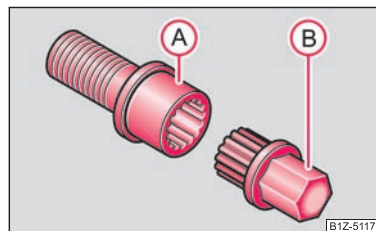

Fig. 139 Bullone di sicurezza con adattatore
- Spingere a fondo il lato dentato dell'adattatore (B) nella dentatura interna del bullone (A), in modo tale che da quest'ultimo sporga soltanto l'esagono esterno ⇒ fig. 139.
- Innestare fino a battuta la chiave\* per ruote sull'adattatore (B).